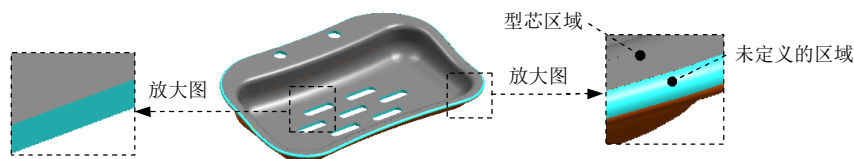

图 1.9 设置区域颜色
Step3. 拆分面。在“检查区域”对话框中单击“计算”按钮，系统开始对产品模型进行分析计算。单击面选项卡，可以查看分析结果。单击区域选项卡，取消选中内环、分型边和不完整的环三个复选框，然后单击“设置区域颜色”按钮，设置各区域的颜色，结果如图 1.9 所示；在未定义的区域区域中选中交叉竖直面复选框，此时系统将所有交叉竖